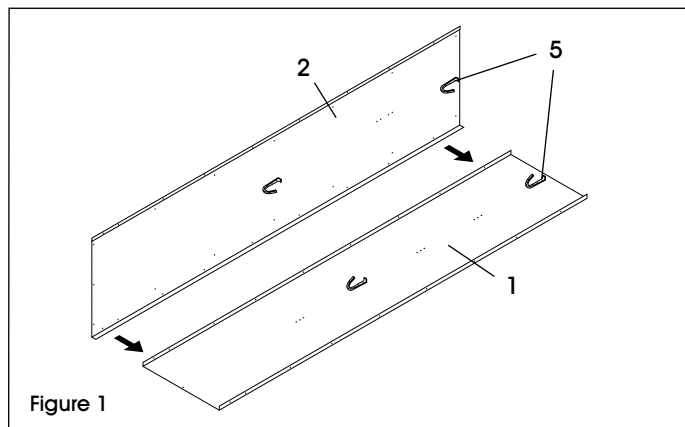

Figure 1
2. Placez l'arrière (1) sur une surface plane protégée, brides vers le haut.
3. Boulonnez le côté gauche (2) à l'arrière (1) afin que la bride latérale s'ajuste autour de la partie arrière (à l'aide de 7 boulons et écrous, ces derniers à l'intérieur). N'utilisez pas les deux trous du bas ; ils serviront à fixer les pattes à l'étape 7. (Voir Figure 1)